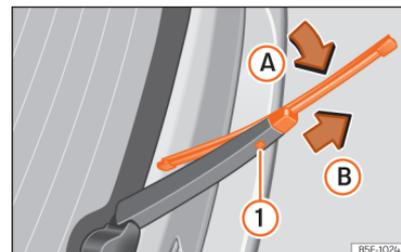

Fig. 192 Substituição da escova do limpa-vidros traseiro.
- Rode ligeiramente a escova »» **Fig. 192** (seta **A**).